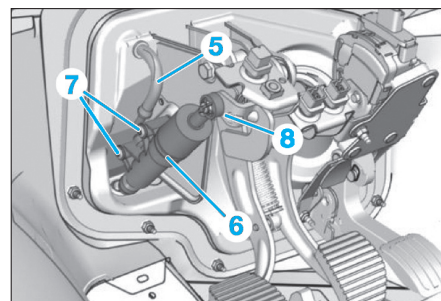

Fig. 7
- Déposer la durite (5) du cylindre émetteur (6) (Fig.7).